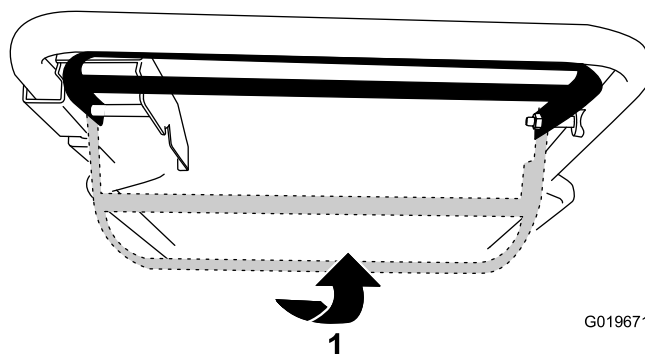

Figura 13
- **Para activar la autopropulsión sin activar la cuchilla:** Levante la barra de control de la cuchilla hasta el manillar (Figura 13).